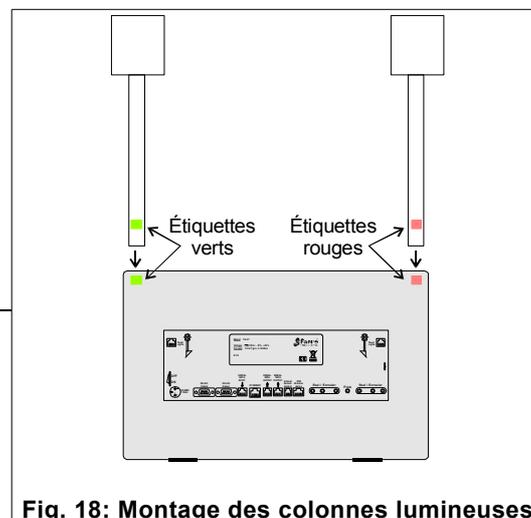

Fig. 18: Montage des colonnes lumineuses
- Observez de quelle couleur (rouge ou vert) sont les étiquettes des colonnes lumineuses, collées au bas de la tige de support de chaque colonne (voir la Fig. 18).